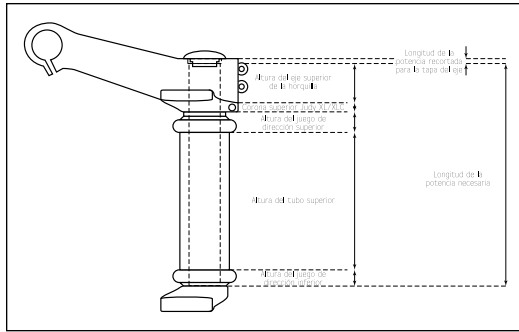

Fig. 2
3. Quizás necesite recortar el tubo de dirección para que tenga una longitud adecuada. Para recortar el tubo de dirección, deberá retirar los tubos superiores. Si no lo hace, los tubos superiores estorbarán al recortar el tubo de dirección a la longitud adecuada. La longitud del tubo de dirección viene determinada por las siguientes partes: Longitud de anclaje en el tubo de dirección de la corona superior Judy XL, longitud de anclaje del tubo de dirección en la potencia, y altura del conjunto de dirección superior e inferior (ver Fig. 2). Para facilitar el montaje, no instale la corona superior Judy XL en los tubos superiores sin antes recortar el tubo de dirección a la longitud adecuada y apretar la corona inferior en la posición requerida. **SUGERENCIA:** MIDA DOS VECES Y CORTE DE UNA SOLA VEZ.